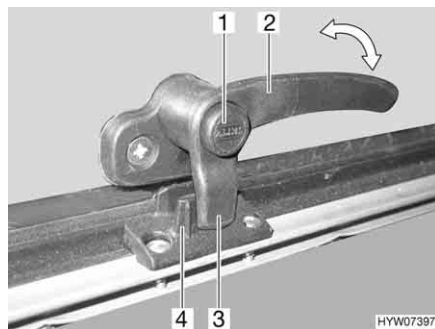
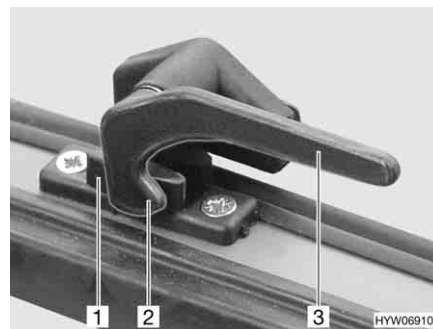

Fig. 68 Palanca de bloqueo con botón de seguridad en la posición de "cerrado"
Fig. 69 Palanca de bloqueo en la posición de "cerrado"
- Si existe, pulsar el botón de seguridad (Fig. 68,1) y mantenerlo pulsado.
- Girar la palanca de bloqueo (Fig. 68,2 ó Fig. 69,3) un cuarto de vuelta hacia la mitad de la ventana.
- Girar la palanca de bloqueo (Fig. 68,2 ó Fig. 69,3) un cuarto de vuelta hacia el marco de la ventana. El saliente de bloqueo (Fig. 68,3 ó Fig. 69,2) de la palanca de bloqueo se encuentra en la cara interior del bloqueo de la ventana (Fig. 68,4 ó Fig. 69,1).
- En la posición "cerrada fijamente" (Fig. 68 y Fig. 69)